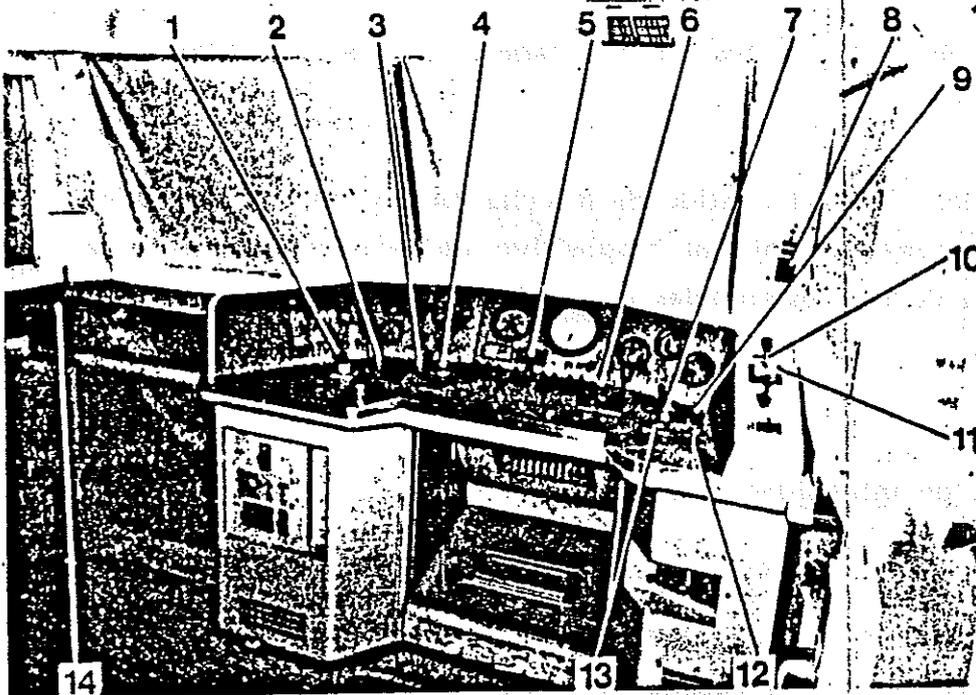

Figura 36 Pupitre de conducción
- Hacer una prueba de freno con el manipulador MPF (Figura 36/12) del freno automático.
- Llevar el inversor (Figura 36/4) a posición "At" o "Ad".
- Aflojar el freno accionando el manipulador de freno MPF o bien actuando sobre el pulsador de afloje rápido AR (Figura 36/7).
- Inversor de marcha IM (Figura 36/4)
- Regulador de Intensidad (Figura 36/2)
- Manipulador de tracción (Figura 36/3)
• Manipulador de frenado eléctrico (Figura 36/6)
● Manipulador auxiliar (de maniobras) (Figura 36/8)
● Manipulador de socorro (sin electrónica) (Figura 36/1)
● **Indicador de muescas** (Figura 36/5)
● Manipulador de freno neumático MPF (Figura 36/12)
● Válvula de freno directo (de cinco vías) (Figura 36/11)
● Válvula de freno de urgencia VU (Figura 36/13)
(Figura 36/9)
● Pulsador de afloje rápido AR (Figura 36/7)
● Interruptor de sobrecarga SC (Figura 36/10)